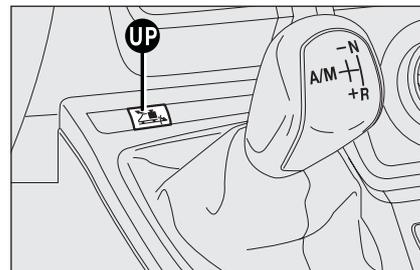

fig. 4
- la seconda completamente automatica (**AUTO**), nella quale il sistema decide quando effettuare il cambio marce. Con questa logica è possibile utilizzare la funzione **UP** (funzione strade gravose) che consente di effettuare cambi marcia a regimi più alti al fine di affrontare agevolmente strade con grandi pendenze con qualsivoglia carico. Per inserire tale funzione premere il pulsante **UP-fig. 4** situato tra i comandi su plancia. La selezione della marcia e della logica di funzionamento (**MANUAL** oppure **AUTO**) viene effettuata agendo sulla leva di comando a qualunque velocità.
L'inserimento della funzione **UP** avviene premendo il tasto **UP-fig. 4**, situato tra i comandi su plancia. Dopo avere attivato tale funzione, si accende la spia  (verde) sul quadro strumenti accompagnata da un messaggio di conferma sul display multifunzionale riconfigurabile (vedere paragrafo successivo).